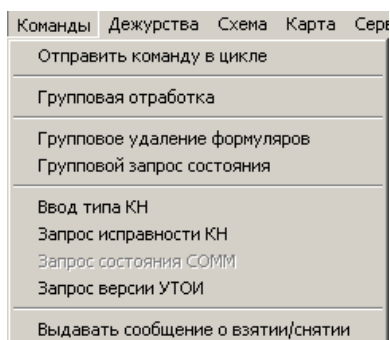

Рисунок 102
5.7.2 Команды, необходимые для групповой работы с объектами (паролями) и команды по ТС выполняются из пункта меню «Команды», рисунок 102: